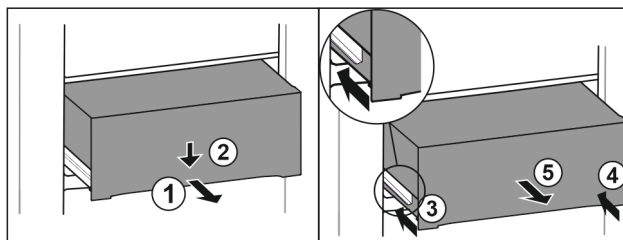

Fig. 102
- ▶ Вытяните выдвижной ящик наполовину. Fig. 102 (1)
- ▶ Вдавите выдвижной ящик в передней части вниз. Fig. 102 (2)
- ▶ Задвиньте левую направляющую прим. на 2 см. Fig. 102 (3)
- ▶ Задвиньте правую направляющую прим. на 2 см. Fig. 102 (4)
- ▶ Извлеките выдвижной ящик движением вперед. Fig. 102 (5)